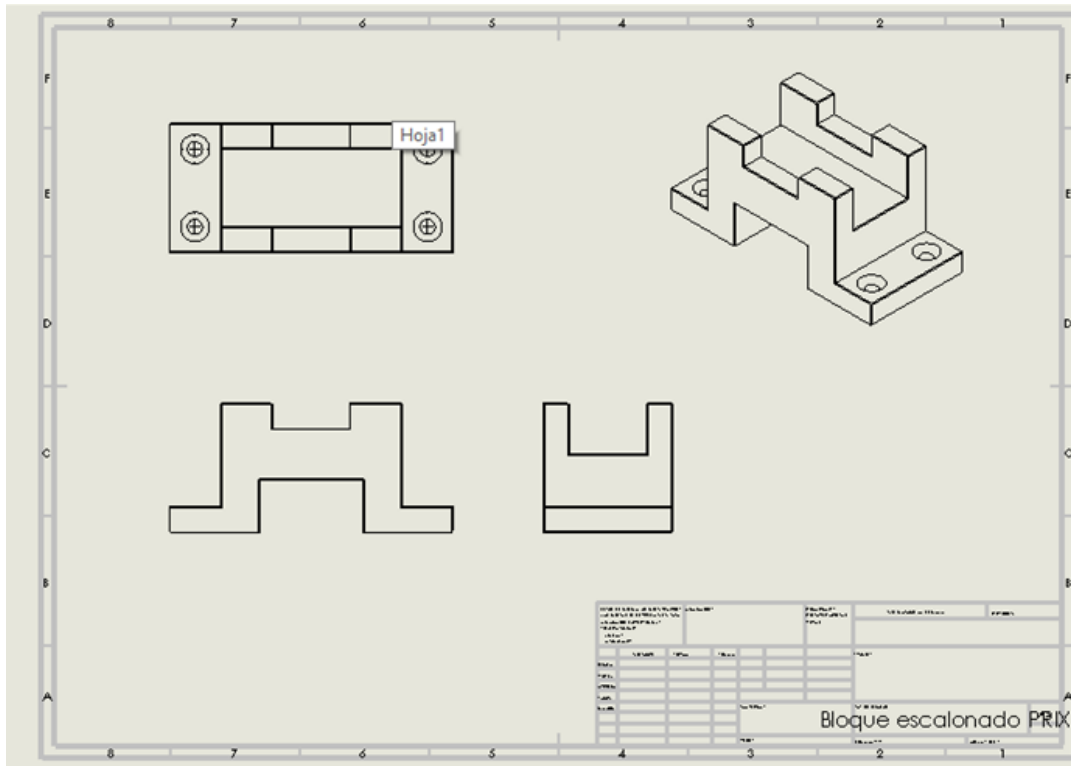

Figura 1.23 Acomodo de las vistas
- Seleccione la vista frontal y colóquela abajo a la izquierda de la hoja, luego la vista lateral derecha (es la que va al lado derecho de la vista frontal), enseguida coloque la vista superior encima de la vista frontal, ya para terminar coloque la vista en isométrico arriba a la derecha, como se muestra en la figura 1.23.